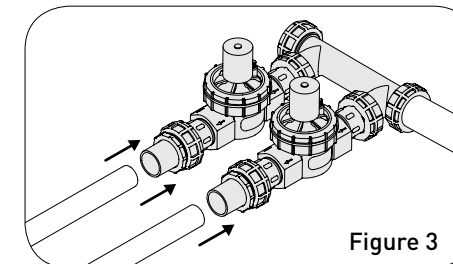

Figure 3
- Connectez directement le tuyau en PVC de 3/4 po à l'adaptateur de transition (F) (figure 3).